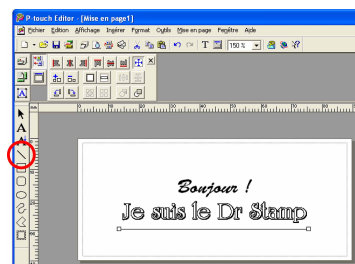

figure 14
- 2 Sélectionnez l'outil Ligne puis faites glisser le curseur dans la zone de mise en page pour dessiner la ligne souhaitée (voir la figure 14).